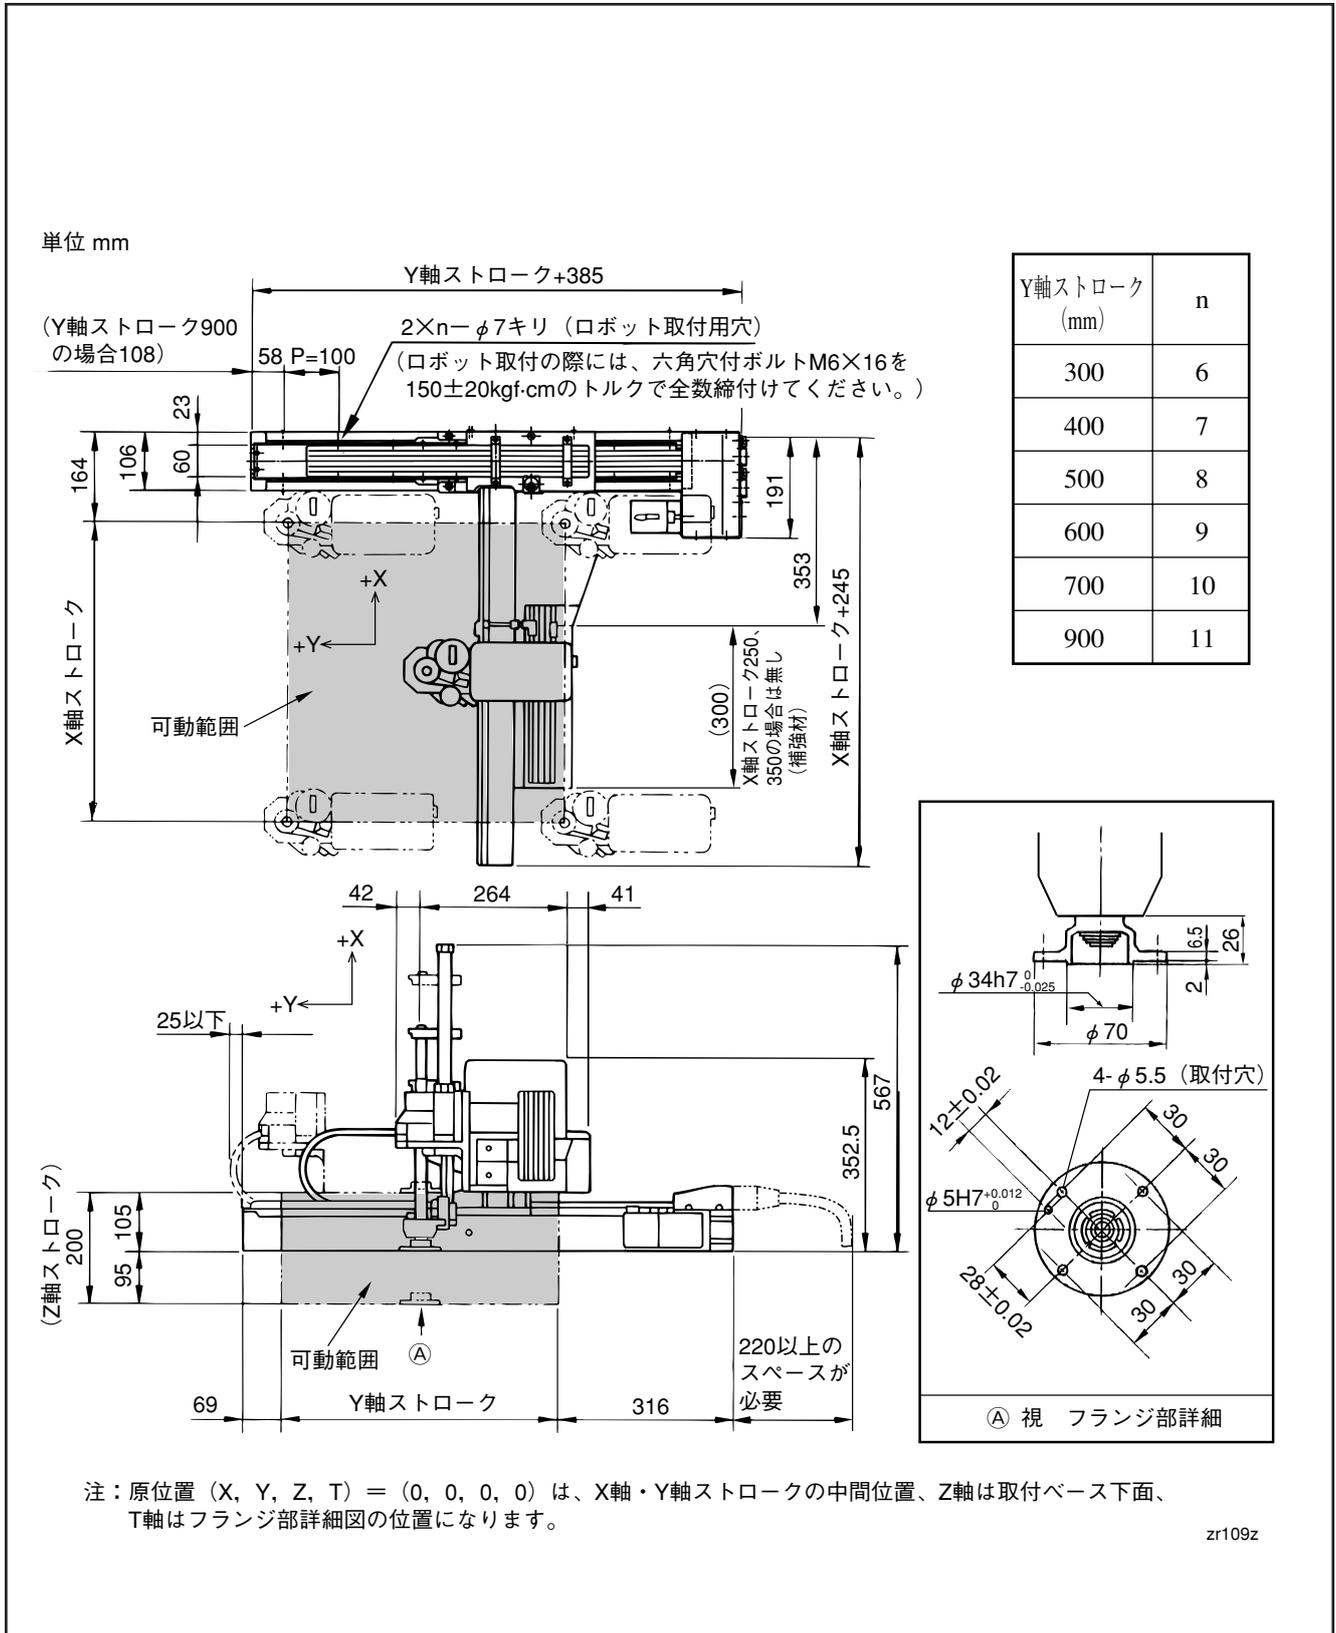

図1-9 外形寸法と可動範囲 (4軸仕様)
(3) XYZ型ロボットの外形寸法 XYZ型ロボットの外形寸法と可動範囲を図1-9図、1-9-1に示します。ロボットの設置についての寸法はP5-71の「2ロボットの設置方法」をご参照ください。